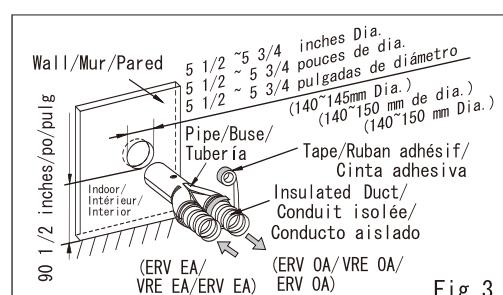

Fig. 3
(3) Cut or drill a hole (5 1/2 ~ 5 3/4 inches Dia.) through the wall. The hole must be at a minimum distance of 90 1/2 inches from the floor. (Fig. 3)
Coupez ou percez un trou(5 1/2 ~ 5 3/4 pouces de Dia.) dans le mur. Le trou doit être à une distance minimale de 90 1/2 pouces du sol. (fig. 3)
Corte o taladre un hueco (de 5 1/2 ~ 5 3/4 pulgadas de diámetro) a través de la pared. El hueco debe estar una distancia mínima de 90 1/2 pulgadas del suelo. (Fig. 3)
(4) Use insulated duct (4 inches Dia.) to connect the Adaptor of the Pipe and the ERV. Then secure with UL181A certified pressure sensitive tape or mastics. (Fig. 3)
Utiliser un conduit isolé (4 pouces de dia.) pour connecter l'adaptateur de la buse et le VRE. Puis sécurisez avec un ruban adhésif ou mastic sensible à la pression certifié UL181A. (fig. 3)
Use un conducto aislado (4 pulgadas de diámetro) para conectar el Adaptador de la Tubería al Ventilador para Recuperación de Energía. Después asegure una cinta adhesiva certificada sensible a la presion UL181A o masilla. (Fig. 3)